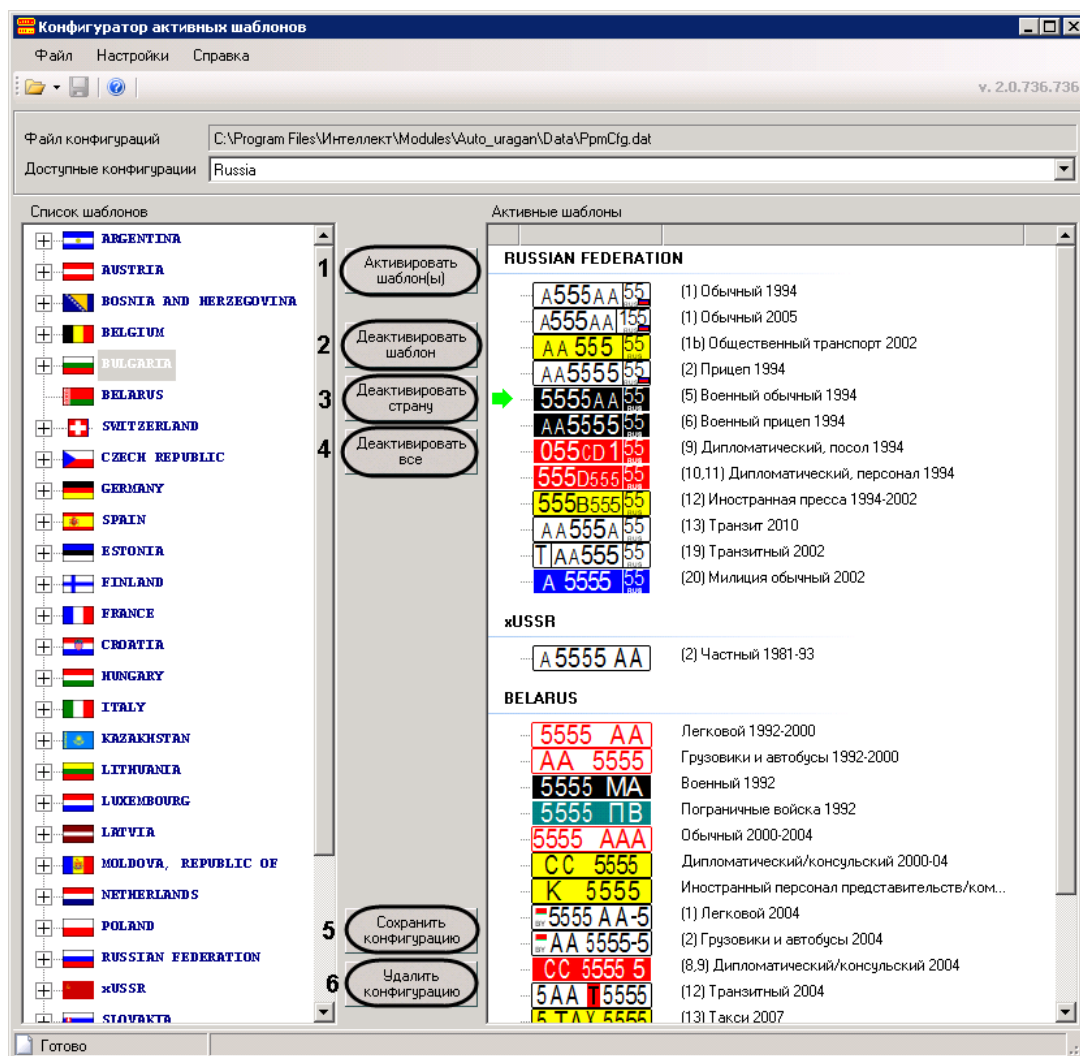

Рис. 13.3—6 Редактирование списка шаблонов конфигурации
- Для удаления шаблона из списка активных необходимо выбрать его и нажать на кнопку «Деактивировать шаблон» (см. Рис. 13.3—6, 2).
- Для удаления из списка активных всех шаблонов некоторой страны, необходимо выбрать в списке какой-либо шаблон данной страны и нажать на кнопку «Деактивировать страну» (см. Рис. 13.3—6, 3).
- Чтобы очистить список активных шаблонов, необходимо нажать на кнопку «Деактивировать все» (см. Рис. 13.3—6, 4).